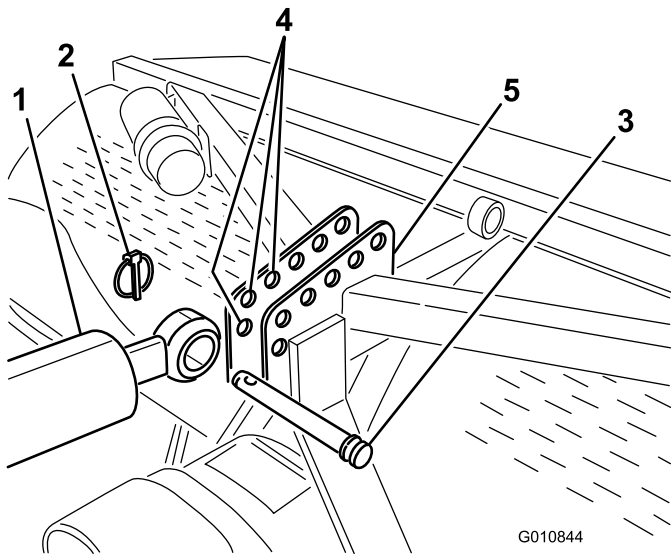

Figura 6
7. Fixe a extremidade da barra do braço superior hidráulico ao furo mais avançado possível no suporte do arejador com o pino de articulação e o pino de sujeição (Figura 6).